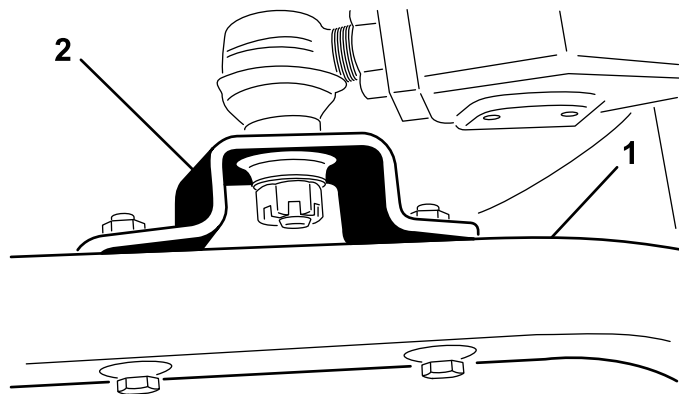

図 19
4. ボールジョイントマウントをデッキのキャスタアームに固定しているキャップスクリューとロックナットを外す (図 19)。
4. 昇降レバーをフロート位置とする。昇降レバーを押し下げて、ボールジョイントの穴とキャスタアームの穴とを整列させる (図 19)。